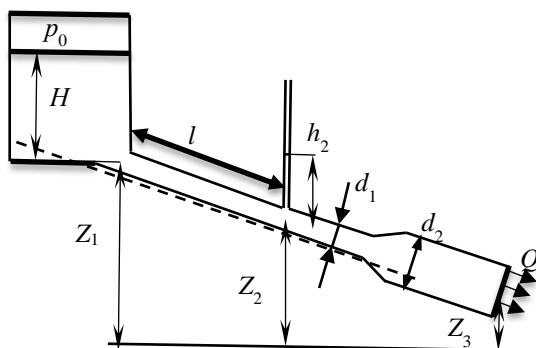

Рис. 8.2
8.4. Определить, с каким расходом вода будет вытекать через трубу из бака (рис. 8.2), если диаметр выходного сечения трубы $d_2 = 100$ мм; длина трубы $L = 8$ м; уровень воды в баке $H = 4$ м, $p_0 = 102$ кПа; $z_1 = 6$ м, $z_2 = 4$ м, $z_3 = 2$ м; коэффициент входного сопротивления $\xi_{вх} = 0,8$; коэффициент сопротивления расширению трубы $\xi_{расш.} = 1,2$; шероховатость трубы — 0,04 мм. Определите также показания пьезометра, расположенного на расстоянии $l = 4$ м от бака, если $d_1 = 50$ мм.
8.5. Определить, каким должен быть уровень воды в баке H (рис. 8.2), чтобы вода вытекала с расходом $Q = 120$ л/ч, если диаметр выходного сечения трубы $d_2 = 100$ мм; длина трубы $L = 8$ м; $p_0 = 105$ кПа; $z_1 = 6$ м, $z_2 = 4$ м, $z_3 = 2$ м; коэффициент входного сопротивления $\xi_{вх} = 0,8$; коэффициент сопротивления расширению трубы $\xi_{расш.} = 1,2$; шероховатость трубы — 0,02 мм. Определите также показания пьезометра, расположенного на расстоянии $l = 4$ м от бака.
8.6. Определить, каким должно быть давление p_0 над свободной поверхностью воды в баке (рис. 8.2), чтобы вода вытекала с расходом $Q = 30$ л/ч, если уровень воды в баке $H = 2$ м, диаметр выходного сечения трубы $d_2 = 40$ мм; длина трубы $L = 4$ м; $z_1 = 1$ м, $z_2 = 0,8$ м, $z_3 = 0,6$ м; коэффициент входного сопротивления $\xi_{вх} = 0,8$; коэффициент сопротивления расширению трубы